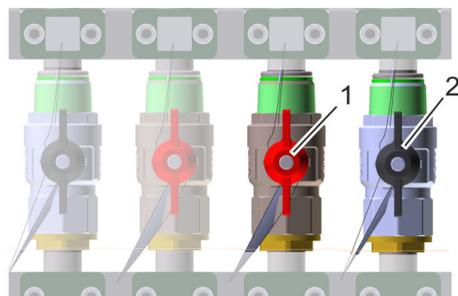

Abb. 60: Anschlüsse Heizungsmodul
- 2.** Anschlüsse Heizungsmodul (Abb. 60/1, 2) öffnen.